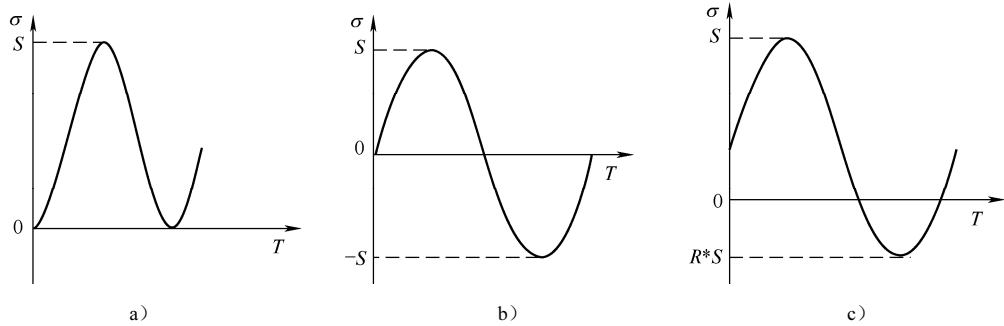

图 7-8 Type 类型
- ✧ **Zero-Based** (基于零): 交替应力等于参考静态算例中相应的应力值的一半乘以比例因子，如图 7-8 所示。
- ✧ **Fully Reverse** (完全反转): 交替应力等于参考静态研究中相应的应力值乘以比例因子，应力各分量的最大和最小值大小相等，方向相反，如图 7-8 所示。
- ✧ **Ratio** (载荷比率): 交替应力正、负方向上等于参考静态研究中相应的应力值乘以比例因子，如图 7-8 所示。